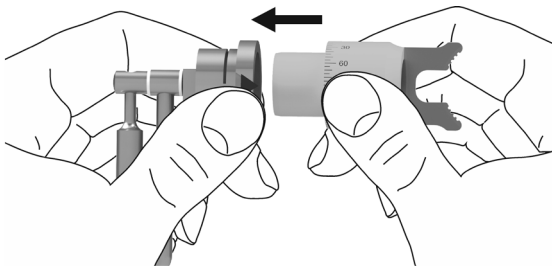

Abb. 2
- Halten sie das Pendelinstrument und den TOMARK Hornhautmarkierer gemäß Abb. 2.
- Stecken Sie den TOMARK Hornhautmarkierer auf das Pendelinstrument (Abb. 2).
- Demontieren Sie das Pendelinstrument und den TOMARK Hornhautmarkierer gemäß Abb. 2 in umgekehrter Reihenfolge.